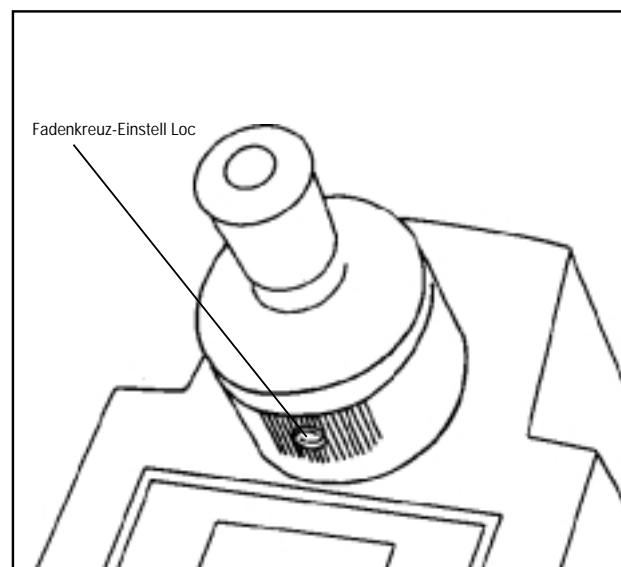

Abb. 2
5. Führen Sie einen 1/16" Sechskant-Stiftschlüssel in das Fadenkreuz-Einstell-Loch im Dispersions-Korrekturrad (Abb. 2). Drehen Sie den Schlüssel, bis das Fadenkreuz an der Schattenlinie liegt.